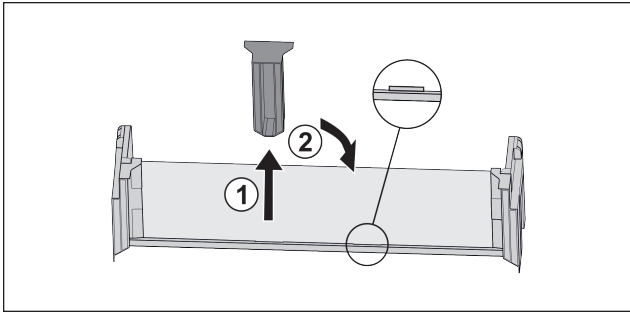

Fig. 79
- ▶ Extraire la pièce de retenue centrale Fig. 79 (1).
- ▶ Insérer la pièce de retenue centrale en deuxième position Fig. 79 (2).